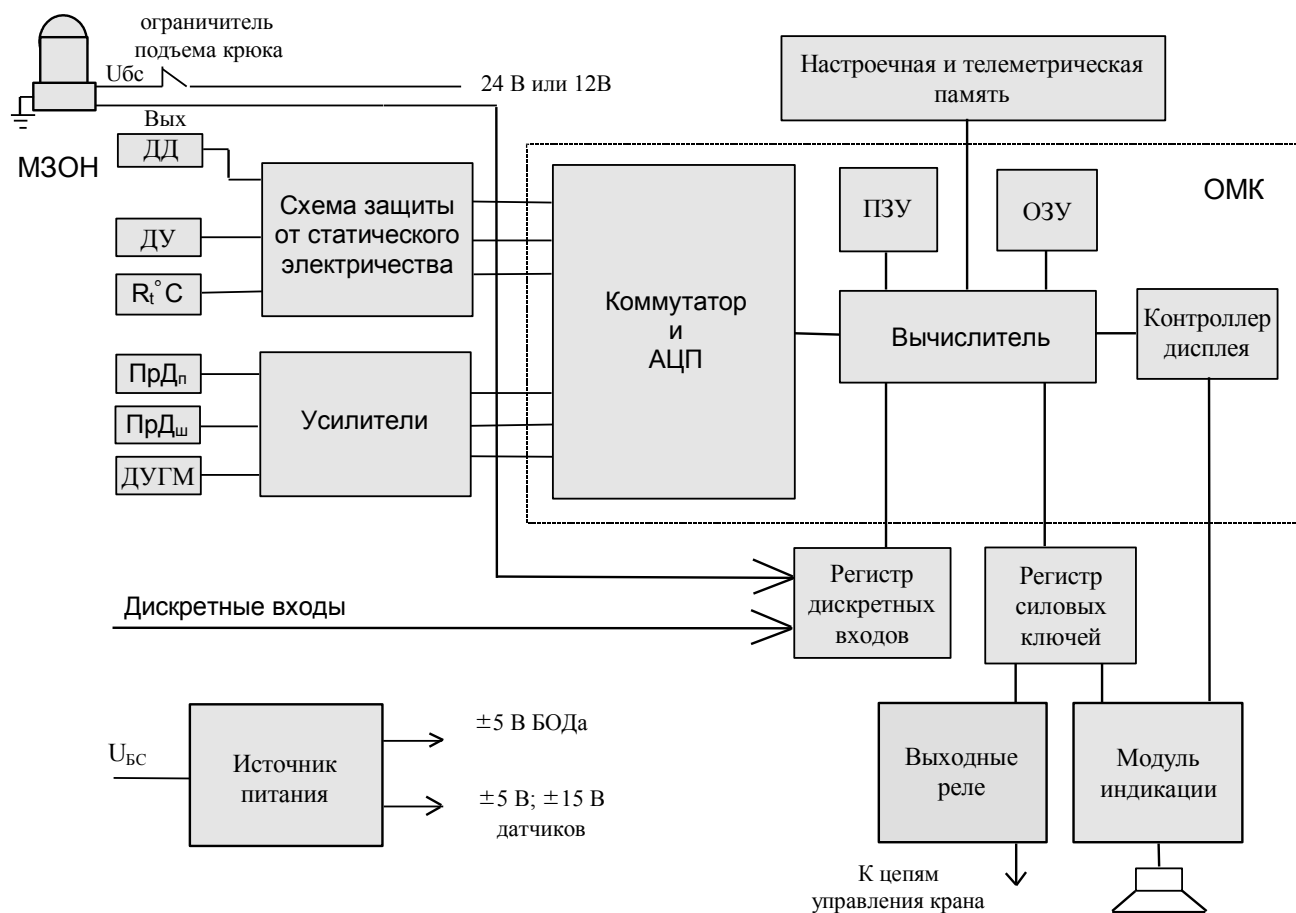

Рисунок 1- Блок-схема ограничителя.
1.4.1 Принцип действия ограничителя (см. рисунок 1) основан на последовательном опросе и преобразовании аналоговых сигналов с датчиков в цифровой код, определении угла и длины стрелы, расчете цифровыми методами величины вылета, высоты подъема (по заданным геометрическим размерам рабочего оборудования крана), а также вычислении фактической массы груза и степени загрузки крана с последующим их сравнением с предельно-допустимыми значениями при выбранном режиме работы.